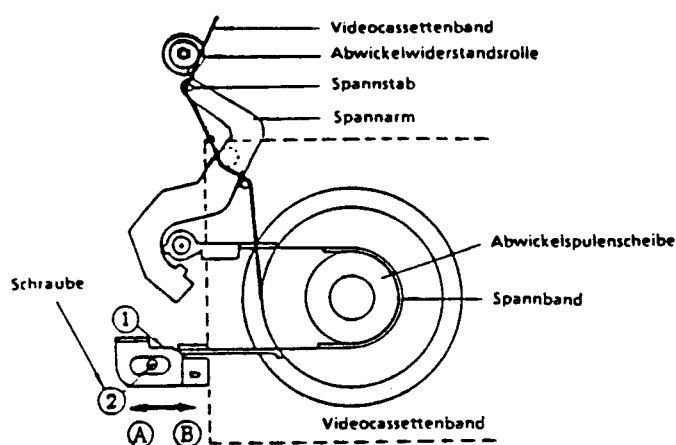

Abbildung 1-12.
• Einstellung der Position (Abb. 1-12)
1. Wenn sich der Spannstab weniger als 1,0mm rechts von der Mitte der Abwickelwiderstandsrolle befindet, den Spannband-Kontrollwinkel ① in Pfeilrichtung → ② verschieben, und die Schraube ② anziehen.
2. Befindet sich der Spannstab weniger als 0,6mm rechts von der Mitte der Abwickelwiderstandsrolle, den Spannband-Kontrollwinkel ① in Pfeilrichtung → ③ verschieben, und die Schraube ② anziehen.